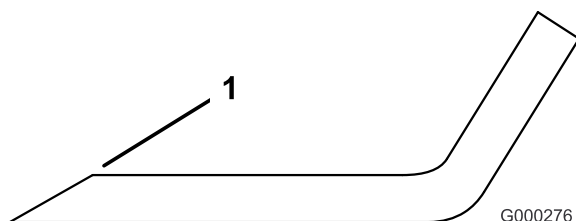

Figura 90
3. Inspeccione as extremidades de corte de todas as lâminas e afie-as se apresentarem sinais de desgaste ou ranhuras (Figura 90).
Nota: Afie apenas a zona superior da parte cortante e mantenha o ângulo de corte original para garantir um desempenho eficaz da lâmina (Figura 90). A lâmina mantém o equilíbrio se for retirada a mesma quantidade de metal de ambas as partes cortantes.